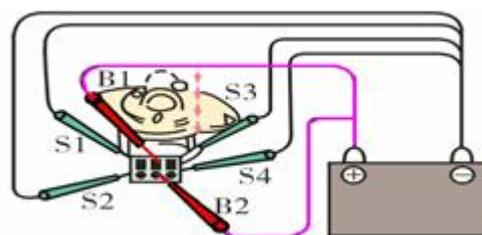

图 2-5-5 缩入
④将蓄电池的正极接 B1 和 B2，负极依次接 S4→S3→S2→S1，阀芯应向内缩入，否则说明 ISC 阀已经损坏，应予更换。如图 2-5-5 所示。